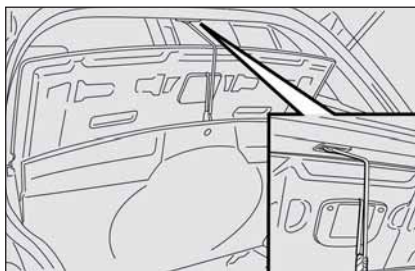

fig. 3
- ☐ haga pasar la cuerda fijada debajo del compartimiento de carga (donde esté previsto) a través del ojal específico fijada a la alfombra de la superficie de carga del maletero y fije ambas en el enganche del techo, procediendo como se ilustra en la **fig. 3**;